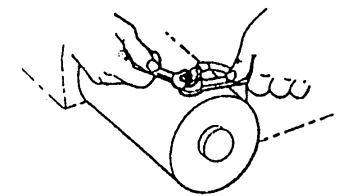

Figure 10
**ATTENTION** Lorsque vous attachez les fils aux bornes du moteur et aux solénoïdes (relais), maintenez l'écrou interne pendant que vous serez l'écrou externe. Empêchez les bornes du moteur de tourner — ce qui provoquerait une rupture interne des fils ou un mauvais alignement de pièces. Soyez particulièrement attentif à empêcher la rotation des bornes (relais) du solénoïde. Toute rotation peut endommager le solénoïde (voir la Figure 10).